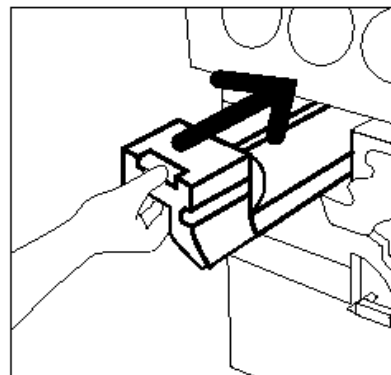

Figura 32: Inserir o novo Cartucho de cópia/impressão
- 7** alinhe o novo Cartucho de cópia/impressão com a seta na copiadora/impressora e, a seguir, deslize-o para dentro da copiadora/impressora, conforme ilustrado na Figura 32.